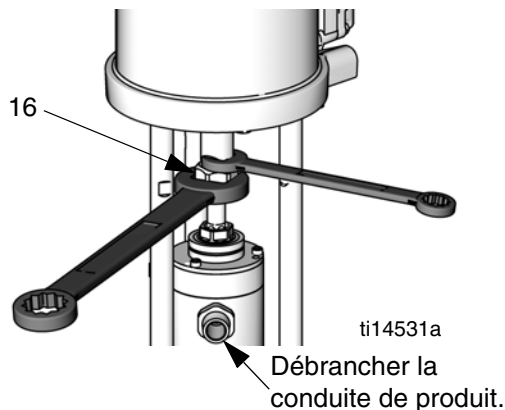

FIG. 26. Desserrer l'écrou de raccordement
2. Débrancher la conduite de produit de la sortie de pompe. Voir la FIG. 26.
3. **Pompes Merkur** : Retirer le bouclier de tirant d'assemblage (26).